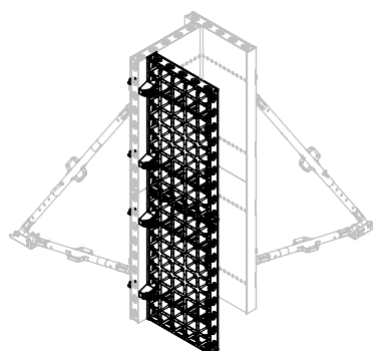

Fig. C1.08
8. По същия начин сглобете третата и четвъртата единици елементи с ъглови лайстни DUO 135 и ги свържете с ъглов съединител DUO (23). (Fig. C1.08 + C1.09)